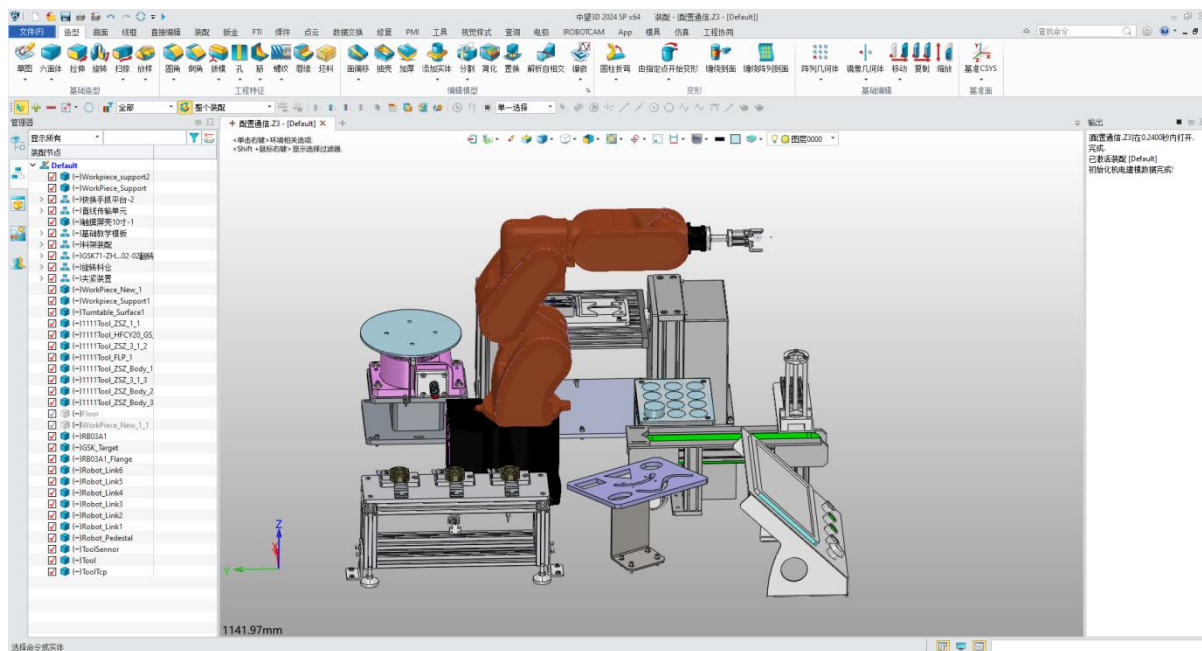

图 12-3: 组件详细信息
- 等待模型导入。完成后，在右侧输出框下方的红色框中会出现一条消息。(图 12-3)